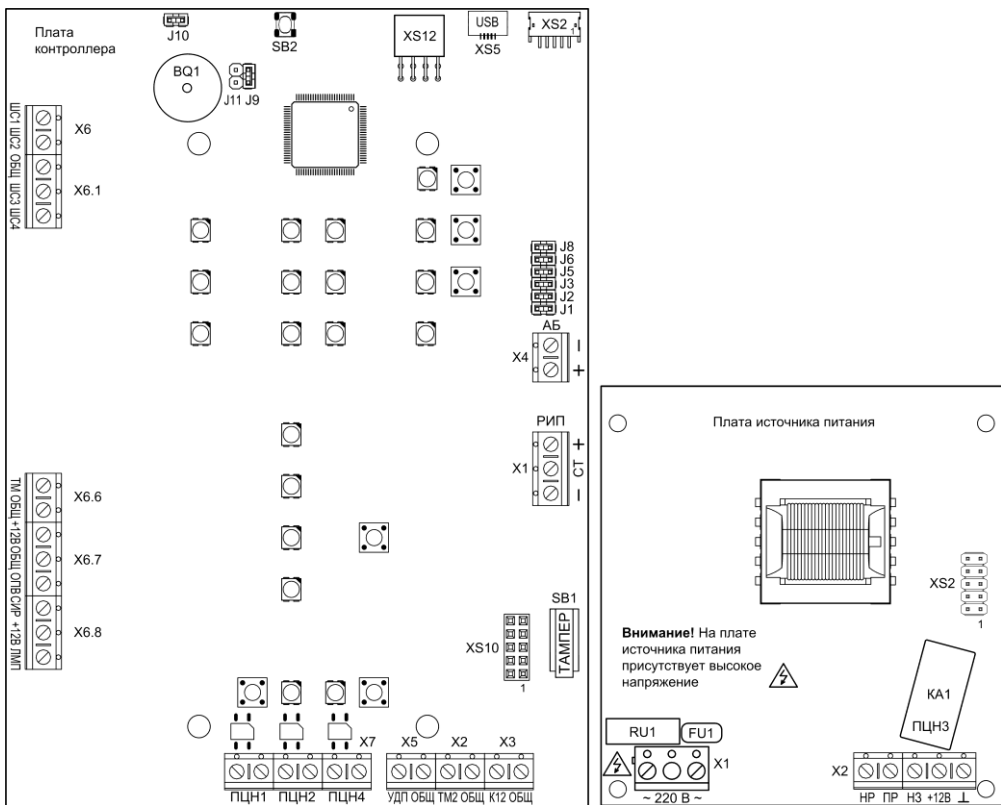
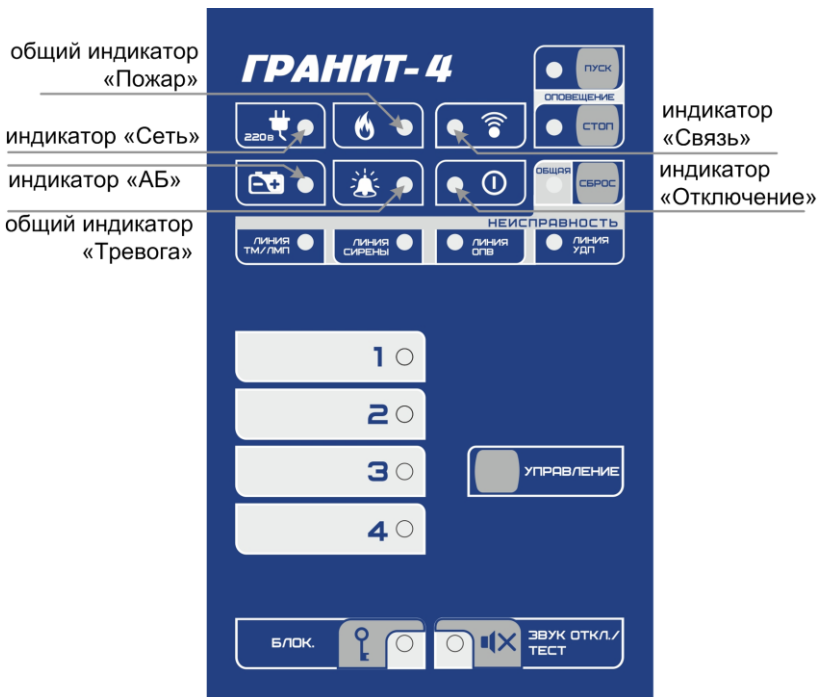

Рис.1 Внешний вид платы контроллера Гранит-4 и платы источника питания
Рис.2 Панель индикации и управления прибора Гранит-4
Прибор состоит из корпуса и съёмной крышки. В корпусе расположены плата контроллера и плата источника питания (рис.1). На плате контроллера установлена панель индикации и управления (рис.2).
**3.1 На плате контроллера** (рис.1) расположены следующие элементы:
### 3.2 На панель индикации и управления прибора (см. рис.2) выведены:
3.3 На плате источника питания (рис.1) расположены следующие элементы: